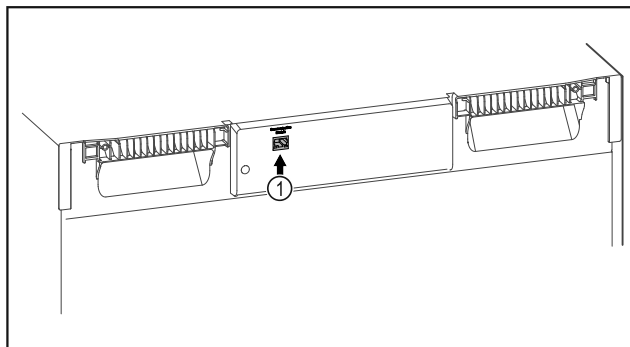

Fig. 95
- ☐ SmartModule Fig. 95 (1) er sat i.